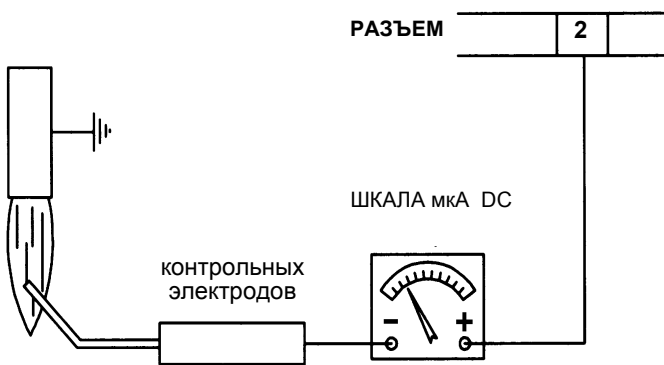

Рис. 69
- Проверьте запальный и контрольный электроды, очистите, отрегулируйте и, при необходимости, замените (см. Рис. 70). В случае, если у вас есть сомнения, проверьте систему контроля после запуска горелки, следуя схемам на Рис. 69).
В случае блокировки горелки, необходимо провести следующие проверки. Чтобы измерить сигнал детектирования, следуйте схеме на Рис. 69. Если сигнал ниже указанного значения, проверьте положение контрольного электрода, электрические контакты и, при необходимости, замените контрольный электрод.